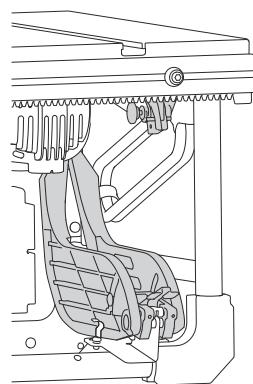

FIG. 16
1. Fije el ensamblaje del protector de barrera principal en la posición correcta de la misma manera en que lo acoplaría a la cuchilla separadora (Fig. 16).
2. Acople el dispositivo antirretroceso al soporte de suspensión de la misma manera en que se acopla a la cuchilla separadora (Fig. 16).